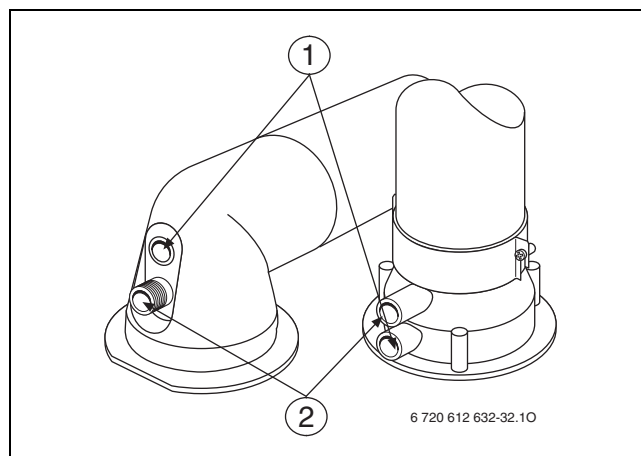

Fig. 53
- Retirer le bouchon sur la buse de mesure de l'air de combustion (2) (→ figure 53).
- Retirer le bouchon au niveau de la prise de mesure des fumées (1) (→ figure 53).